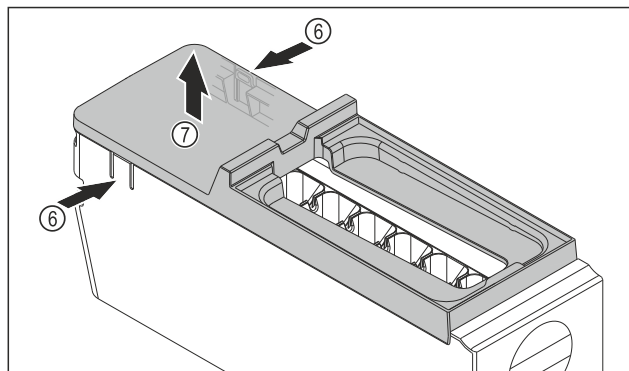

Fig. 92
- Vyjmutí krytu korpusu EasyTwist-Ice: Lamely Fig. 92 (6) na obou stranách korpusu EasyTwist-Ice stlačte jednou rukou.
- Kryt Fig. 92 (7) vyjměte druhou rukou nahoru.